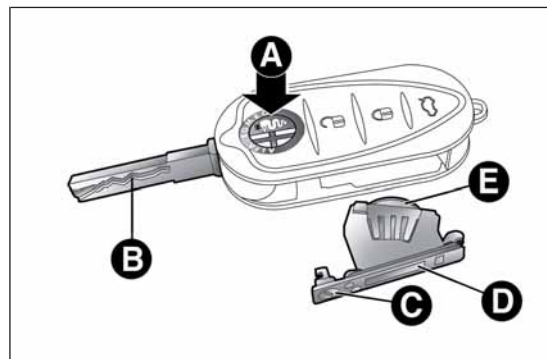

fig. 18
- premi il pulsante A fig. 18 e porta l'inserto metallico B in posizione di apertura; ruota la vite C su  utilizzando un cacciavite a punta fine;